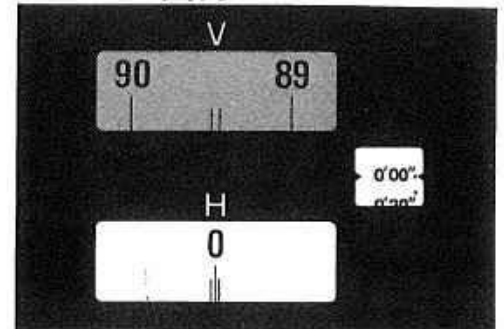

図19
3) 水平固定つまみ⑧を締め、水平微動つまみ⑨で正確に固標指標の中央に $0^{\circ}$ の目盛線を入れます。(図19)